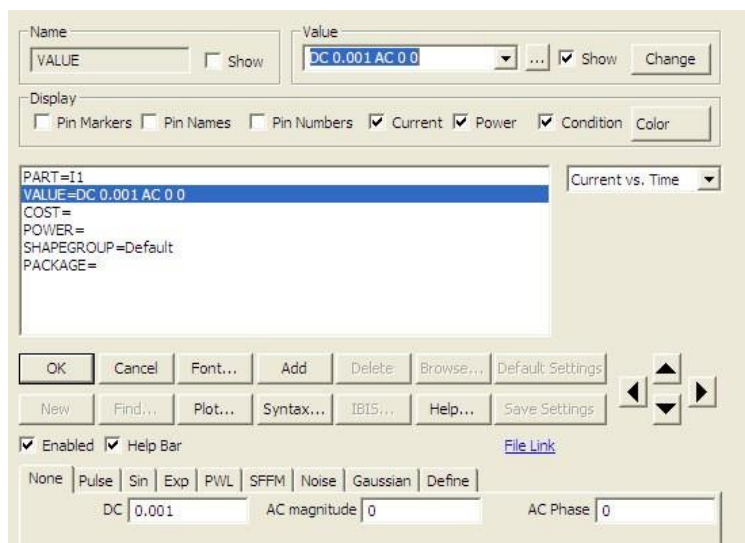

Рис. 2 Диалоговое окно настройки параметров источника тока
2. Перетащите со второй строки панели программы Micro-Cap изображение заземления  и источника тока (Current Source) . В открывшемся окне настройки источника тока перейдите на вкладку None и установите параметры источника тока в окнах Show, DC (величина тока 0.001 A = 1 mA), AC magnitude, AC Phase, согласно рис. 2.